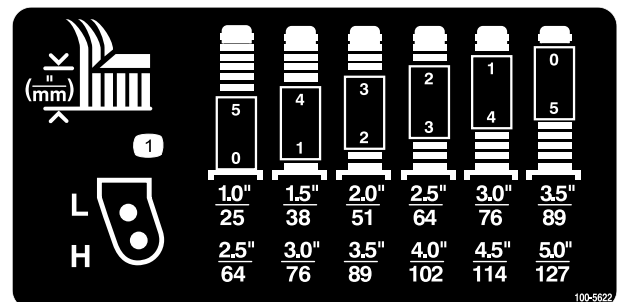

Bild 7
2. Stecken Sie die Laufradachsen in beiden Laufradgabeln in die gleichen Löcher. Ermitteln Sie die richtigen Löcher für die Einstellung mit Bild 6 und Bild 7.
Ermitteln Sie die Kombination der Distanzstücke für die Einstellung mit Bild 7.